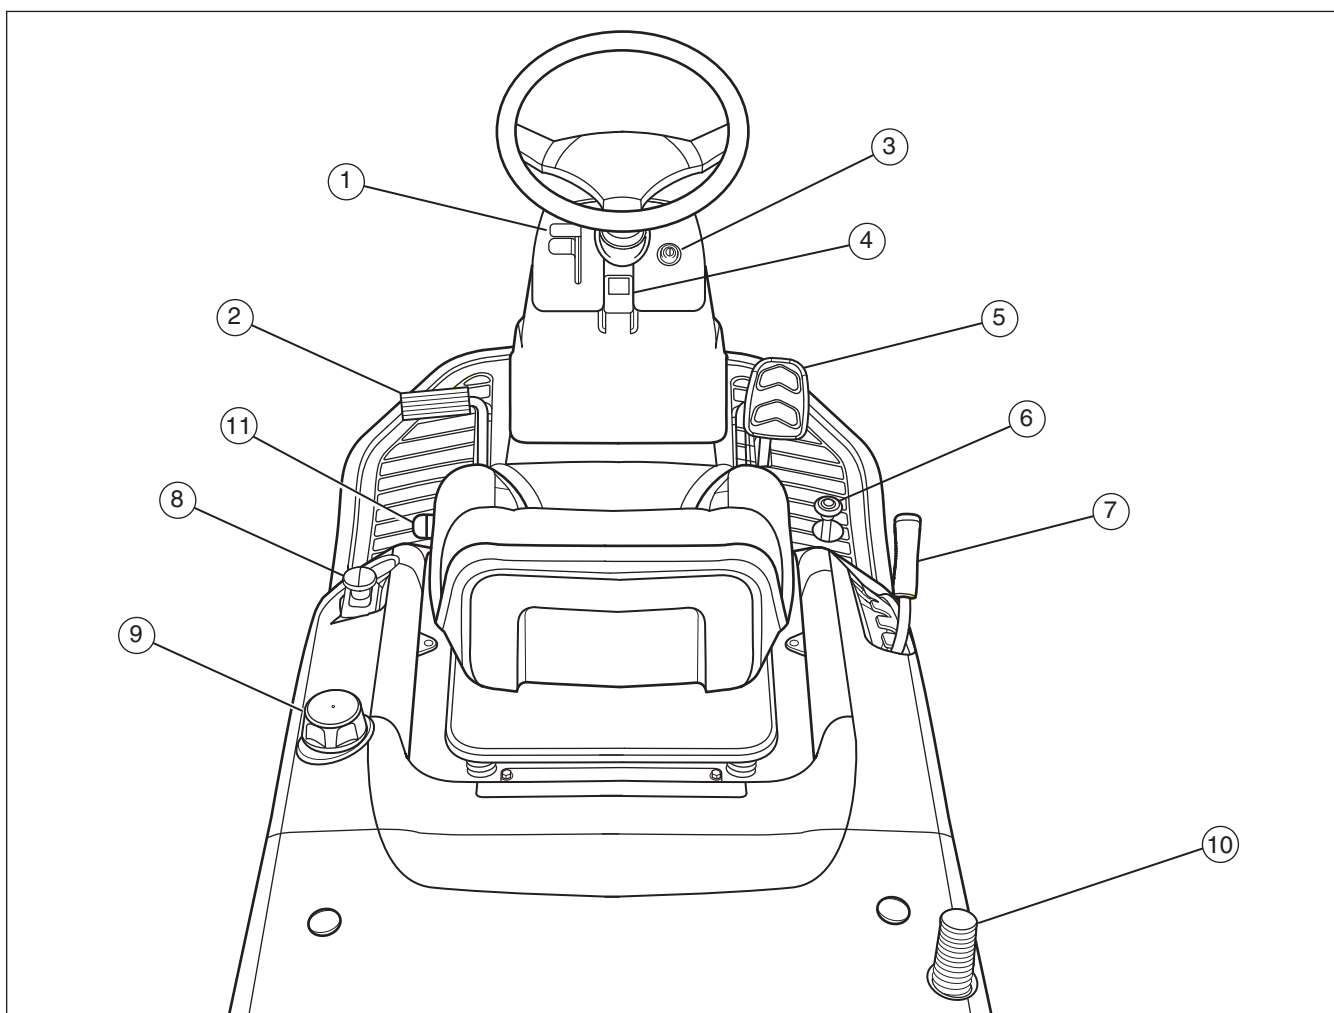

Figure 7
**Levier de manette des gaz (1) :** Utiliser le levier de manette des gaz pour augmenter ou diminuer la vitesse du moteur (voir la **Figure 7**). Faire monter la manette des gaz pour augmenter la vitesse du moteur et la faire descendre pour diminuer la vitesse du moteur. Toujours faire fonctionner à PLEIN régime.
**Pédale d'embrayage/de frein (2) :** La pédale a deux fonctions. La première fonction est un embrayage. La seconde fonction est un frein.
**Contacteur (3) :** Utiliser le contacteur pour faire démarrer et arrêter le moteur. Ne jamais laisser le contacteur en position COURSE lorsque le moteur est arrêté et ce, pour ne pas décharger la batterie.
**Bouton de frein de stationnement (4) :** Le bouton de frein de stationnement sert à verrouiller le frein de stationnement lorsque le tracteur est à l'arrêt. Pour engager le frein de stationnement, enfoncer la pédale de frein à fond et tirer le bouton vers le haut.
**Pédale de commande de vitesse en marche avant (5) :** La vitesse de déplacement en marche avant du tracteur est contrôlée par la pédale de commande de vitesse de déplacement avant. Appuyer sur la pédale pour augmenter la vitesse de déplacement en marche avant.
**Pédale de commande de vitesse en marche arrière (6) :** Utiliser la pédale de vitesse de déplacement en marche arrière pour inverser la vitesse de déplacement en marche arrière du tracteur.
**Levier de levage (7) :** Le levier de levage contrôle la hauteur de coupe de la tondeuse. Six niveaux de coupe sont disponibles (1 - coupe la plus basse, 6 - coupe la plus haute).
**Commande de rotation de lame (8) :** Utiliser la commande de rotation de lame pour faire démarrer et arrêter la rotation de la lame. Lever l'interrupteur pour embrayer la commande de rotation de la lame et appuyer pour la débrayer.
**Réservoir de carburant (9) :** Pour ajouter du carburant, retirer le bouchon de remplissage. Veiller à laisser de la place pour l'expansion thermique.
**Poignée de l'ensacheuse à herbe (10) :** La poignée de l'ensacheuse à herbe ouvre l'ensacheuse de manière à pouvoir la vider et la fermer pour tondre.
**Levier de réglage du siège (11) :** Lever le levier pour régler l'emplacement du siège. Relâcher le levier pour bloquer le siège en place.